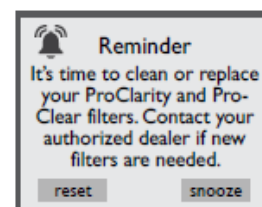

Figura 6.6h
4. Quando o temporizador expirar a contagem, uma mensagem será exibida no visor do painel de controle, Figura 6.6h. Os filtros deverão ser limpos ou substituídos. Siga as instruções acima para zerar o temporizador. Se você tocar em “snooze” (soneca), a mensagem será liberada, porém o ícone de erro ⚠ será exibido e a tela de lembrete reaparecerá em 10 dias. Consulte a seção 7.1, página 44, para obter as instruções de limpeza.